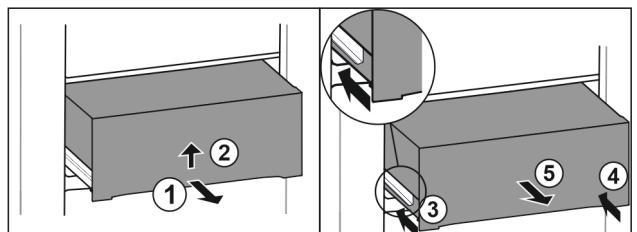

Fig. 35
- Izvucite ladicu na pola. Fig. 35 (1)
- Podignite ladicu na donjoj strani. Fig. 35 (2)
- ▶ Gurnite lijevu vodilicu. Fig. 35 (3)
- ▶ Gurnite desnu vodilicu. Fig. 35 (4)
- ▶ Izvadite ladicu prema naprijed. Fig. 35 (5)